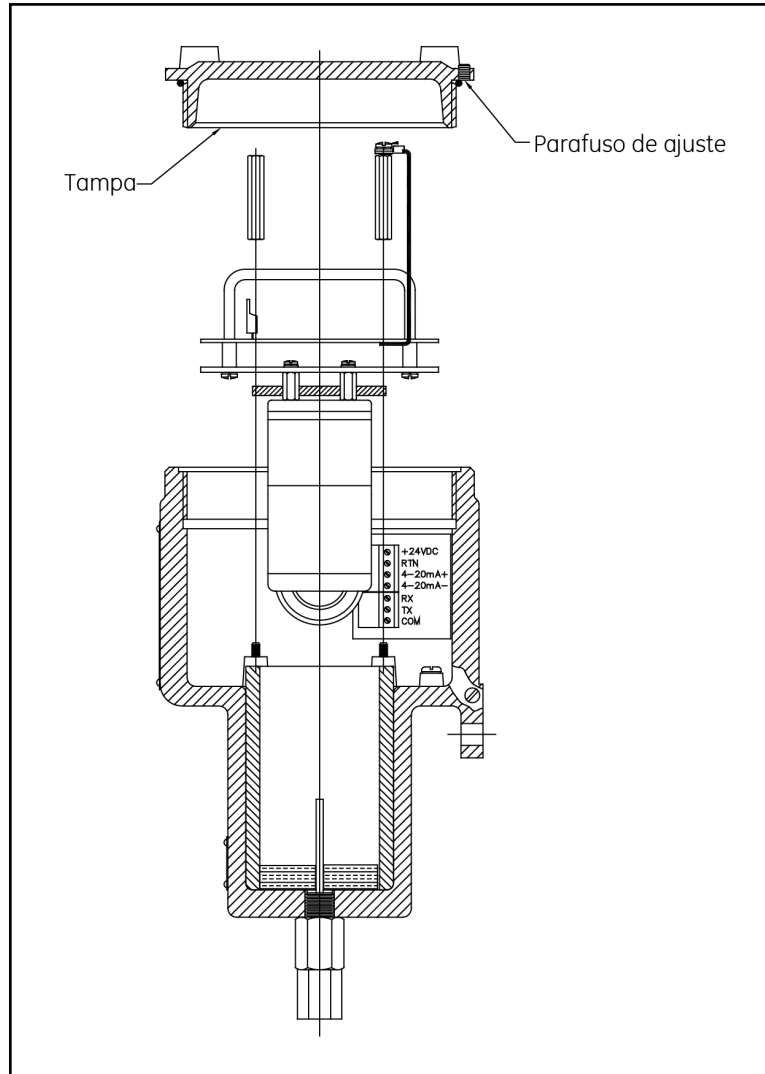

Figura 53: Tampa e Parafuso de Fixação do Transmissor
2. Afrouxe o parafuso de fixação que bloqueia a tampa de XMTC em local, e desparafuse a tampa (consulte *Figura 53* abaixo).